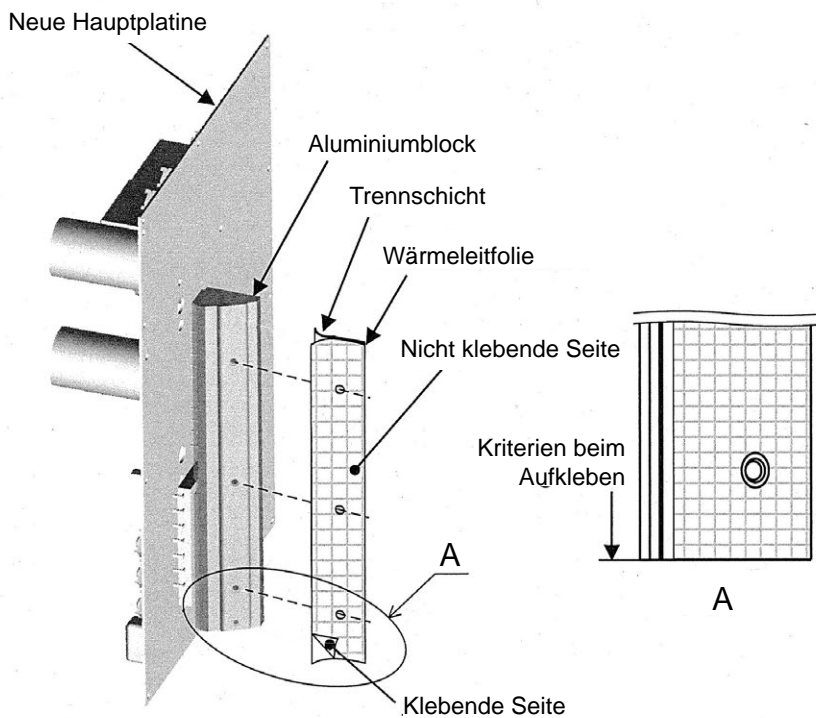

Abb. 5 Aufkleben der Wärmeleitfolie - Detailansicht
- b) Die Trennschicht der neuen Wärmeleitfolie abziehen und die Wärmeleitfolie auf den Aluminiumblock kleben. (Siehe Abb. 5.)